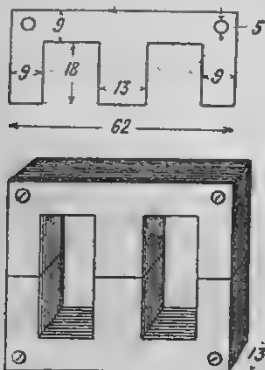

Рис. 10. Сердечник трансформатора.
1. Из самой тонкой (0,3—0,4 мм.) белой жести вырезают по предварительно заготовленному шаблону листки по рис. 10 сверху. Вырезку нужно производить по возможности тщательно, заглаживая пальчиком все заусенцы и неровности. Всего придется нарезать 60—70 листиков. Слегка выравняв, складывают листки стопкой в таком количестве,
болтиков диаметром 4—5 мм. После этого листики разнимаются и мелким напильником заглаживаются заусенцы на краях отверстия. Таким же образом обрабатывается вторая такая же стопка листков — вторая половина сердечника, который в собранном виде изображен на рис. 10 внизу.
Подгонка в схема. После того, как трансформатор готов, его ставят в катушку-набуду усиленную схему, и во время приема меняют зазор (ослабив предварительно болтики) у стыка обоих половинок сердечника (по рис. 10), вставляя в зазор бумажки разной толщины. При этом, слушая в телефон, замечают то положение, при котором получится наибольшая громкость при наибольшей ясности передачи (наименьшее искажение).